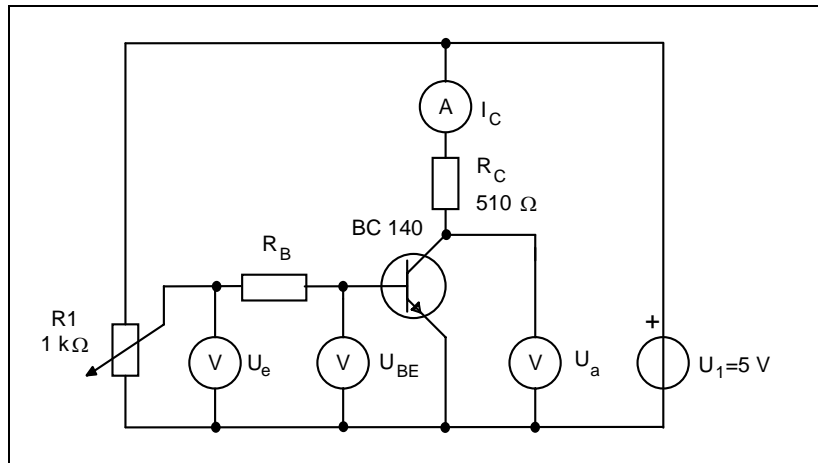

Bild 1: Meßschaltung zum Schaltverhalten des Bipolartransistors
- 2.5. Die Schaltstufe nach Bild 1 soll für  $U_{eH} > 2,4 \text{ V}$  sicher durchgesteuert sein. Um das zu garantieren, soll der Widerstand  $R_B$  so dimensioniert werden, daß bereits bei  $U_{eH} = 2,0 \text{ V}$  ein Übersteuerungsfaktor von  $\bar{U} = 1,5$  erreicht wird. Dimensionieren Sie den Widerstand  $R_B$  für eine Stromverstärkung des Transistors von  $B = 50$ .
Bauen Sie die Schaltung nach Bild 1 auf. Für  $R_B$  wählen Sie den am nächsten liegenden vorhandenen Wert entsprechend Ihrer Berechnung nach Punkt 2.5. Für  $R_1$  wählen Sie das Wendelpotentiometer.
Verwenden Sie in der Schaltung nach Bild 1 für den Basiswiderstand die Widerstandsdekade, die Sie auf den Wert entsprechend der Berechnung im Punkt 3.1 einstellen.